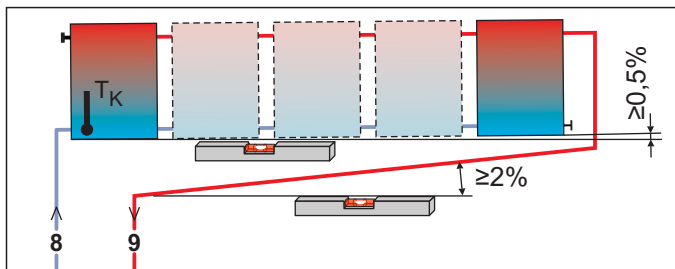
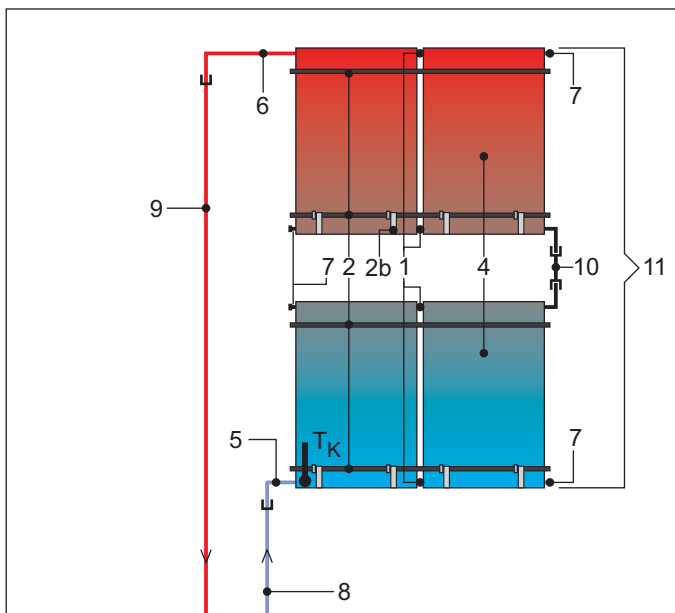
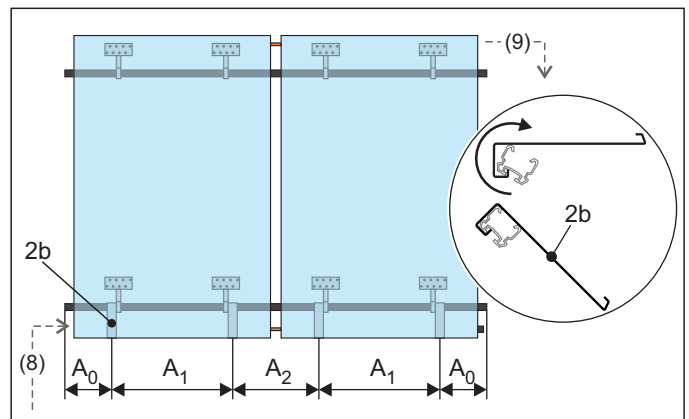

Bild 4-1 Wechselseitig angeschlossenes Solar-Kollektorfeld (empfohlen)
Bild 4-3 Alternative Solar-Kollektoranordnung
Bild 4-8 Arbeitsschritt 1: Ausrichtung der Sicherungshaken
Alternativ zu der in dieser Anleitung beschriebenen reinen Parallelschaltung der Solar-Kollektoren können bei Bedarf maximal 3 Kollektorreihen auch übereinander montiert werden. Übereinander liegende Kollektoren bzw. Kollektorfelder müssen in Reihe geschaltet werden (Bild 4-3).
Tab. 4-1 Legende zu Bild 4-1 bis Bild 4-3 und Bild 4-8
- Vorlauf-Verbindungsleitung (VA15 Solar) ist oben und Rücklauf-Verbindungsleitung (VA18 Solar) ist unten an den Kollektor anzuschließen (siehe Bild 4-1 bis Bild 4-3 und Bild 4-8).
1. Kollektorsicherungshaken in die Führungsnut des unteren Montageprofils einhängen und nach unten kippen. Die Sicherungshaken lassen sich nach dem Einhängen in seitlicher Richtung verschieben (siehe Bild 4-8 und Tab. 4-3).